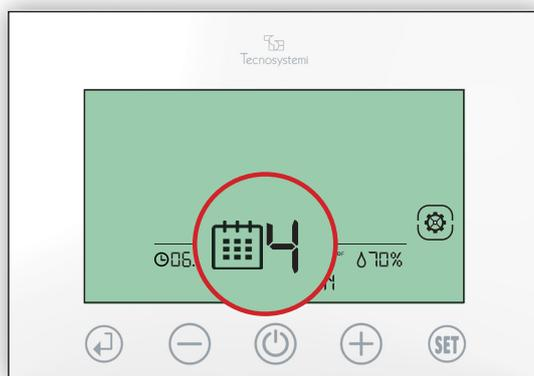

Fig. 93
- 3.4 Nel momento in cui il giorno lampeggia, premere (+) o (-), impostare il giorno corretto e confermare con (↵) (Fig. 93)